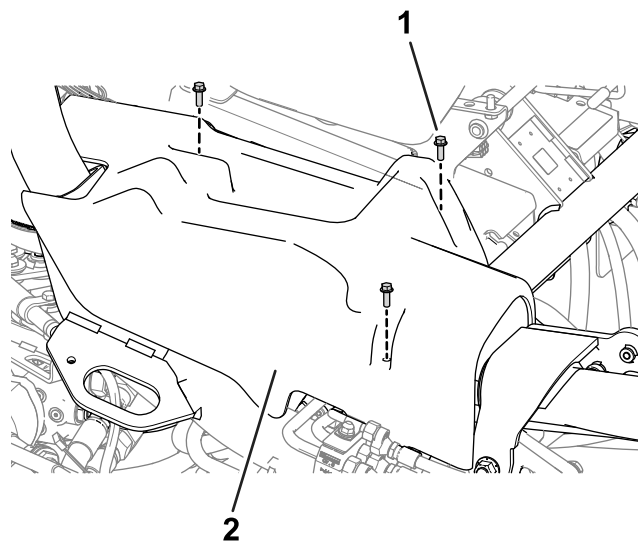

**Figure 9**
3. Branchez le connecteur étiqueté P02 du faisceau de câblage du dispositif télématique sur le dispositif télématique (Figure 9).